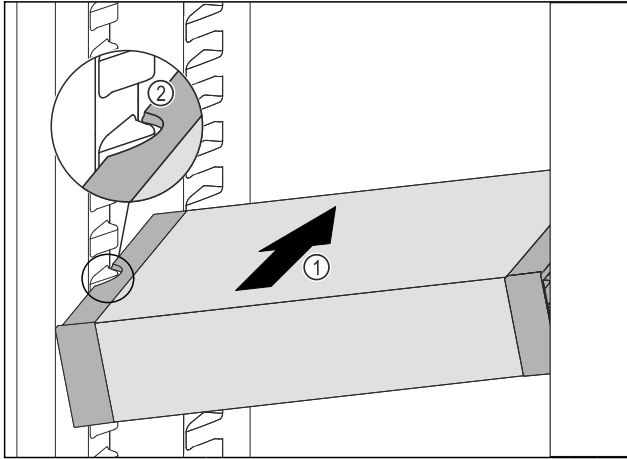

Fig. 157
- Insérer le VarioSafe en biais dans la partie réfrigérateur Fig. 157 (1) jusqu'à ce que les encoches latérales Fig. 157 (2) du VarioSafe se trouvent à la hauteur de la nervure du bac dans la partie réfrigérateur.